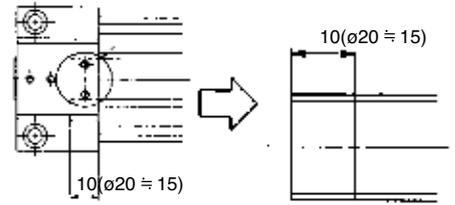

图4
- a. 对更换用的防尘密封带, 将贴在不锈钢表面的^{注1)}保护带(黑色)揭掉, 事先在密封带的两端如图4所示做出标记后, 整体^{注2)}涂抹润滑脂。(出厂时, 防尘密封带是根据推荐长度状态出厂, 安装前请再次确认(参见表1)。)